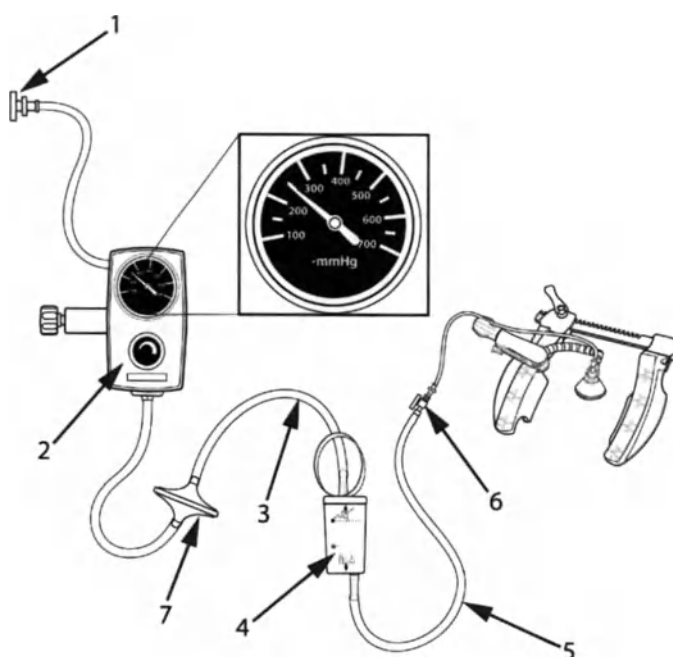

Figure 5 : Système positionneur-aspirateur ACROBAT-i
5. Attacher le raccord Luer Lock JAUNE du jeu de tubulures du positionneur ACROBAT-i au raccord Luer JAUNE de la tubulure à vide du positionneur ACROBAT-i. Attacher l'autre extrémité de la tubulure du jeu de tubulures au raccord cannulé inférieur du récipient de récupération ACROBAT-i ou d'un autre récipient de récupération des liquides (non compris). S'assurer que le robinet n'est pas ouvert à l'air. Le jeu de tubulures avec filtre raccordé au haut du récipient de récupération doit alors être raccordé à une source de vide régulée. Régler le régulateur de vide à 250 mm Hg. Se reporter à la figure 5 pour une installation du système et de la tubulure à vide adéquate.